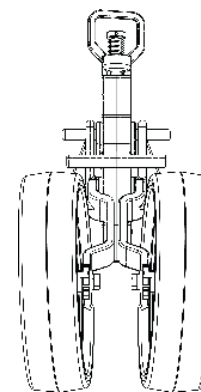

Figuras 51
REGULAGEM DA RODA DE PROFUNDIDADE OSCILANTE (FIGURAS 51)
- 1- Solte os parafusos e arruelas (1), retire a roda (2), ajuste o ponto de regulagem da roda (3) na regulagem do eixo da roda (4), depois, fixe novamente a roda (2) com as arruelas e parafusos (1), **proceda conforme mostra as figuras 51.**